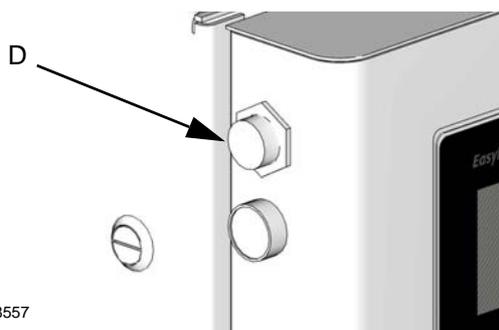
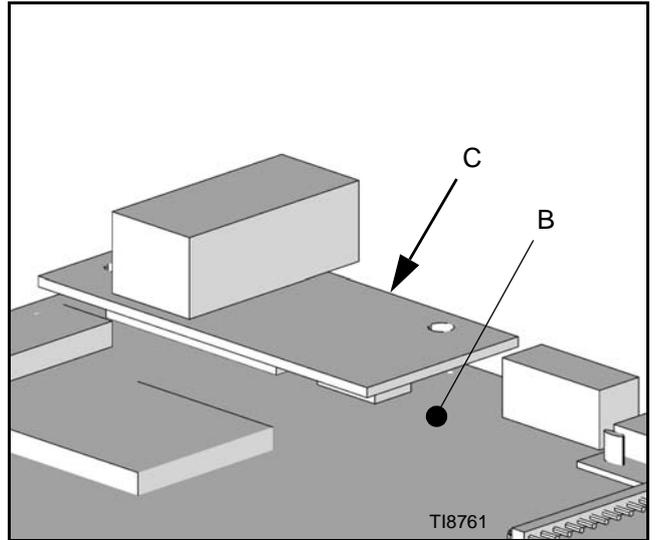
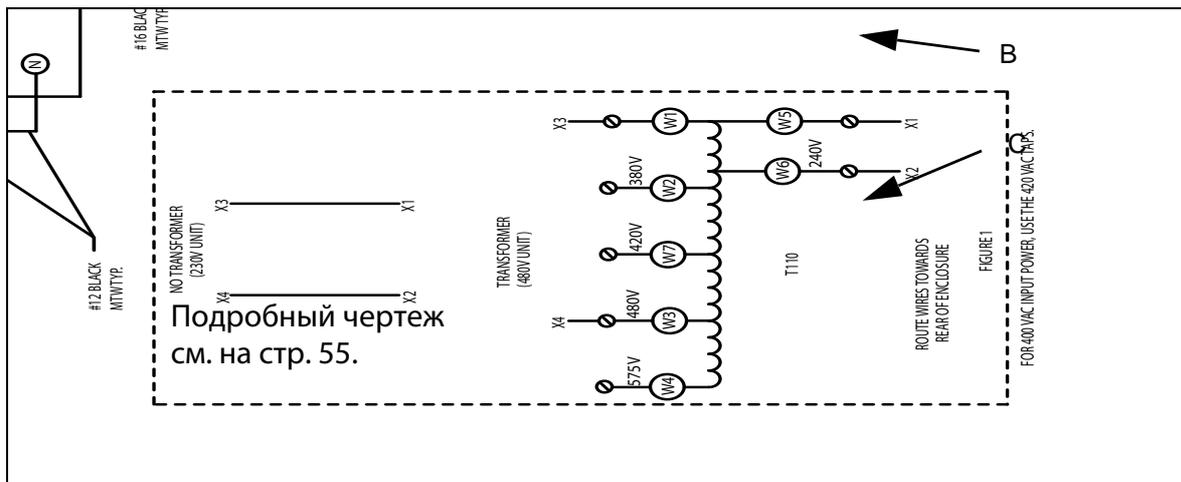

Рис. 40 Установка разъема для перегородки RJ45
Рис. 42
Рис. 43
5. Подключите блок Ethernet 249183 (C) к разъему J9 и убедитесь в том, что разъем RJ45 направлен вниз. См. Рис. 42 и Рис. 43.
6. Используя предоставленные компоненты аппаратного обеспечения, закрепите блок Ethernet 249183 (C) на дисплее EasyKey 249480 (B).
7. Извлеките заглушку (D), закрывающую порт Ethernet в верхнем правом углу панели управления. См. Рис. 40.
9. Подсоедините один конец кабеля Ethernet к блоку Ethernet 249183 (C).